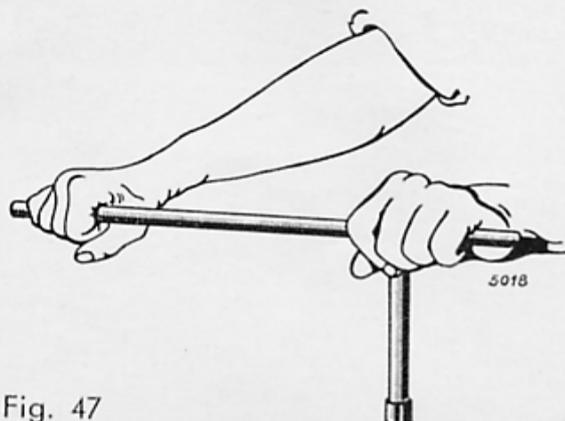

Fig. 47
3. **Bloquer les vis** alternativement en se servant de la broche (le cas échéant munie d'une rallonge) en trois mouvements formant trois angles de serrage – Figure 47 –.